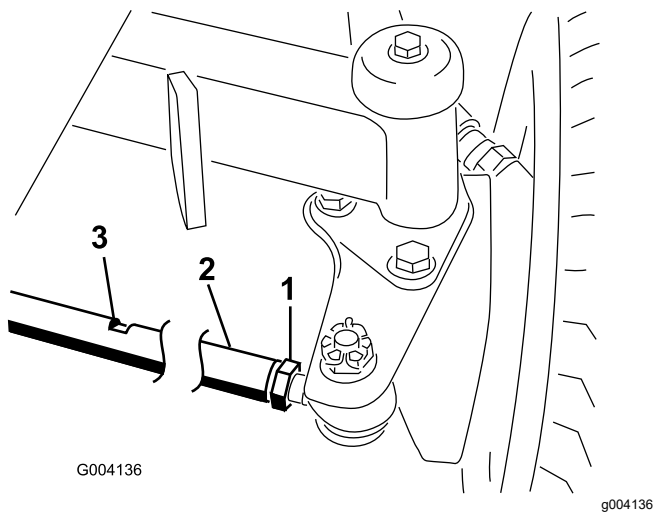

Figura 138
1. Afloje las contratuercas de ambos extremos del tirante (Figura 138).